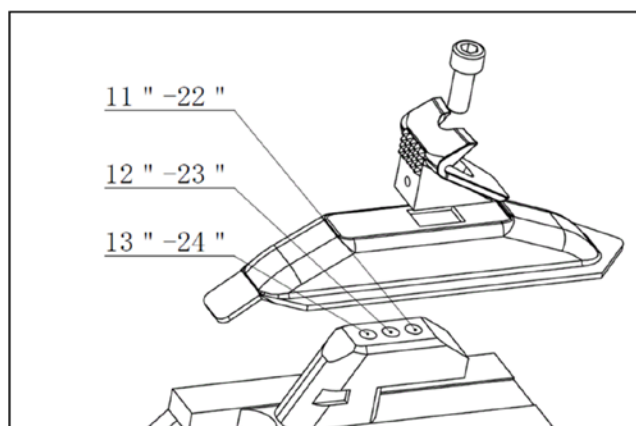

FIG1
- Som vist i FIG1, er Jaguar-modellen udstyret med en justerbar drejebord. Standardindstillingen er i andet gear, når maskinen forlader fabrikken. Operatøren kan justere til forskellige gear i henhold til visningen i FIG1 for at montere og afmontere forskellige typer fælg. (Bemærk: FIG1 viser spændområdet ved udvendig fastspænding, og alle fire spændkæber skal udskiftes samtidig ved gearskift.)